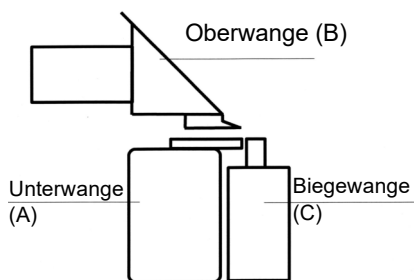
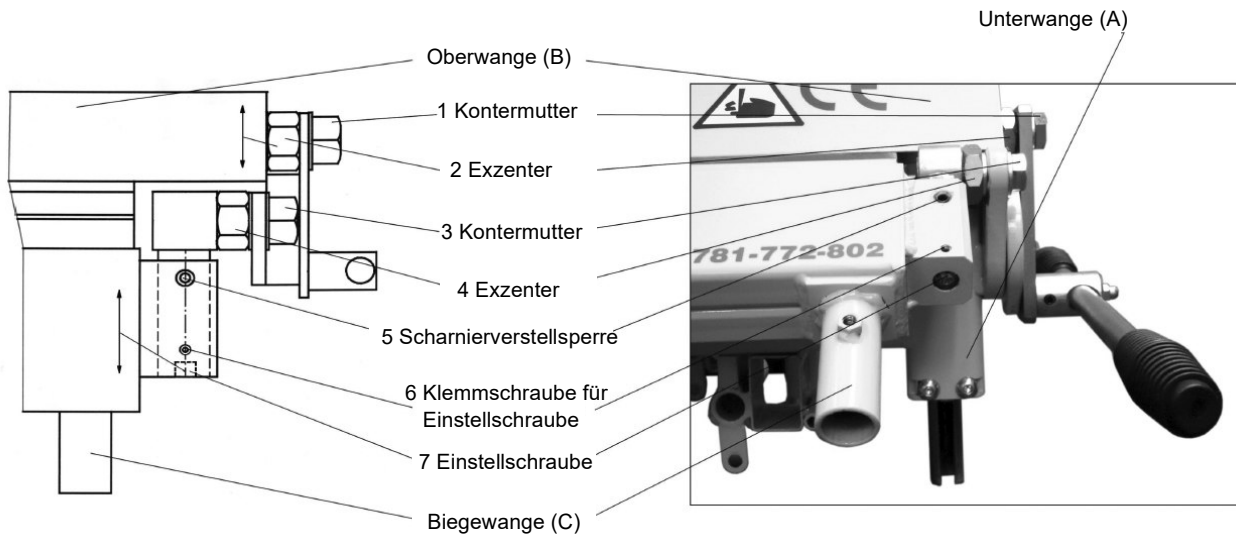

Abb. 7-1: Konstruktionsweise
Abb. 7-2: Einstellung
Schritt 2: Durch Drehen des Exzenter (Pos. 2, Abb. 7-2) wird die Oberwange (Pos. B, Abb. 7-1) angehoben oder abgesenkt.
Schritt 3: Nach Beendigung der Einstellung die Kontermutter (Pos. 1, Abb. 7-2) anziehen.
Schritt 1: Die Kontermutter (Pos. 3, Abb. 7-2) lösen.
Schritt 2: Durch Drehen des Exzenter (Pos. 4, Abb. 7-2) wird der Abstand der Biegewange (Pos. B, Abb. 7-1) zu der Kante der Unterwange (Pos. A, Abb. 7-1) eingestellt.
Schritt 4: Scharnierverstellsperre (Pos. 5, Abb. 7-2) und Anschlag der Einstellschraube (Pos. 6, Abb. 7-2) lockern.
Schritt 5: Durch Drehen der Einstellschraube (Pos. 7, Abb. 7-2) die Biegewange absenken oder anheben.
Schritt 6: Nach Beendigung der Einstellung die Scharnierverstellsperre (Pos. 5, Abb. 7-2) und den Anschlag der Einstellschraube (Pos. 6, Abb. 7-2) anziehen